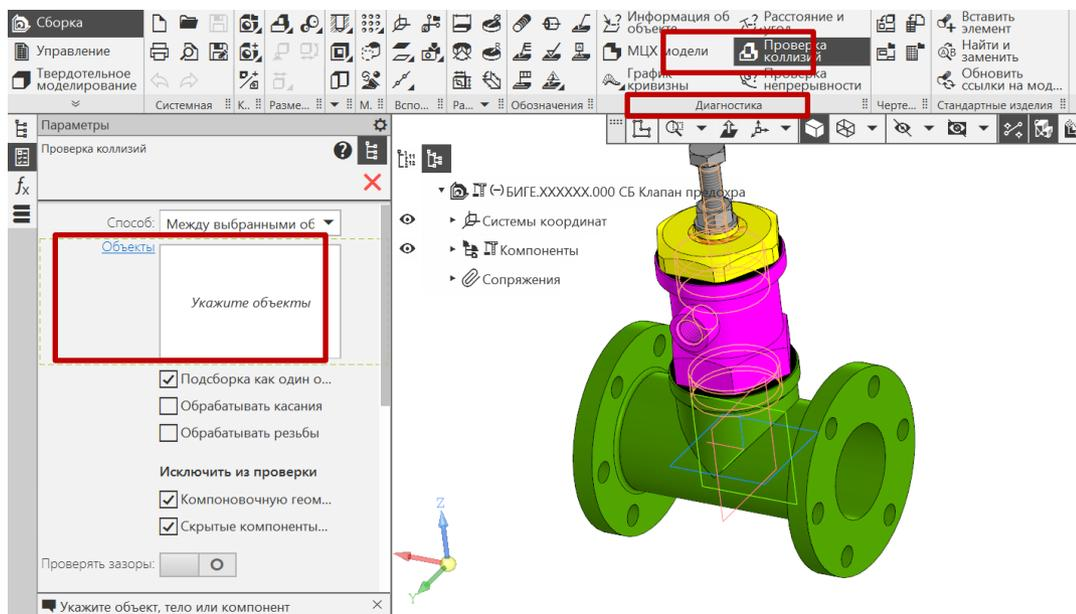

Рис. 52 Проверка коллизий
- **Сборка – Диагностика – Проверка коллизий**  (рис. 52).